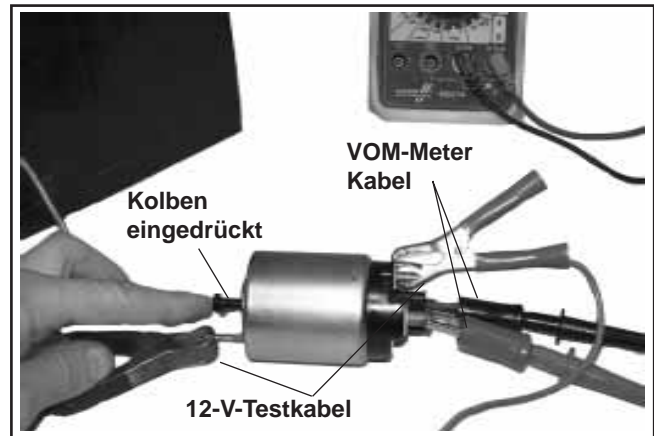

Abbildung 8-61. Einzugspule/Magnetkontaktdurchgang testen.
Verwenden Sie ein Ohmmeter, das auf Audio- oder Rx2K-Band eingestellt ist, und schließen Sie die beiden Ohmmeterkabel an die beiden großen Anschlüsse an. Führen Sie den Test (3) aus und überprüfen Sie auf Durchgang. Siehe Abbildung 8-61. Das Ohmmeter muss Durchgang anzeigen, wenn kein Durchgang angezeigt wird, muss der Magnet ausgetauscht werden. Den Test mehrfach wiederholen, um den Zustand zu bestätigen.